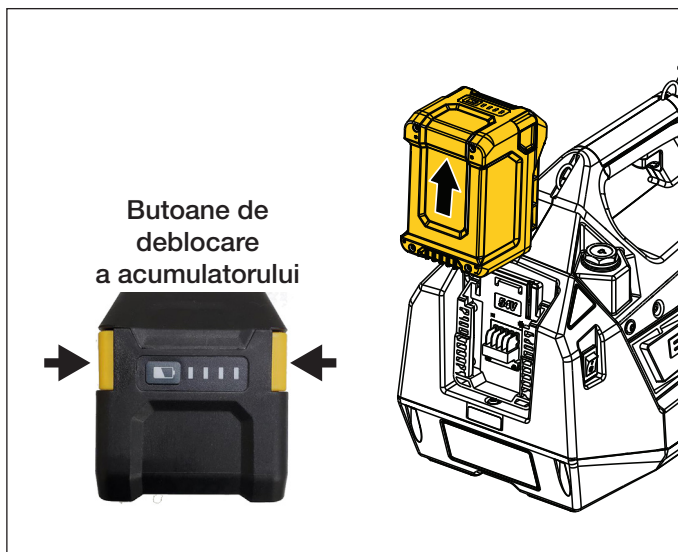

Figura 7: Acumulatorul - Demontare
- **Pentru a îndepărta acumulatorul din pompă:** Apăsăți lung butoanele de eliberare de pe fiecare laterală a bateriei. Apoi, glisați acumulatorul în sus și scoateți-l din pompă. Consultați Figura 7.